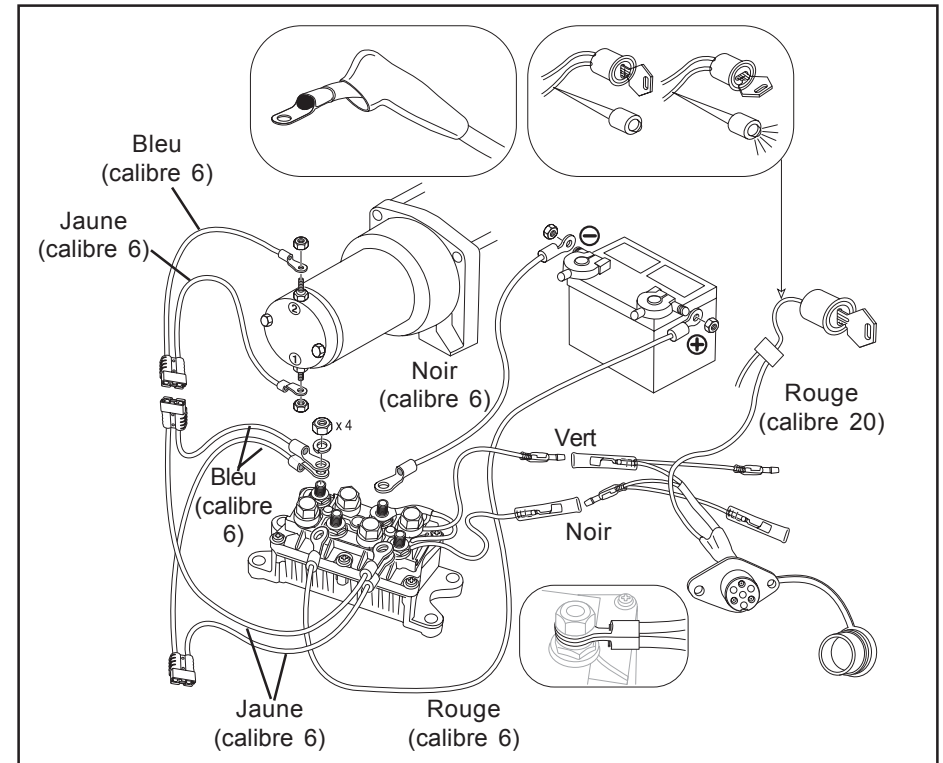

Figure 8 : schéma de câblage
- Fixez les fils jaune et bleu de 1,2 m (48 po) et 2,4 m (96 po), calibre 6, au contacteur et branchez-les aux bornes jaune et bleue du contacteur. Reportez-vous au coin inférieur droit de la figure 8 pour voir comment fixer les deux bornes des fils aux bornes du contacteur.